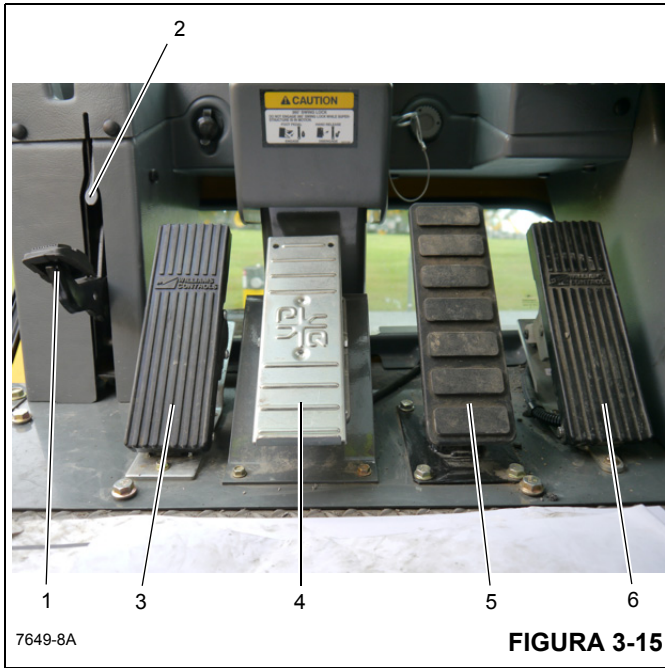

Figura 3-15 - Números de artículos
El pedal del bloqueo de giro en 360° (1) (Figura 3-15) se encuentra en el lado izquierdo del piso de la cabina de la grúa. El pedal se utiliza para activar el sistema de bloqueo de giro para evitar que la superestructura gire. Para soltar el bloqueo de giro, tire de la palanca de soltado del bloqueo de giro de 360° (2) hacia arriba.
El pedal del freno de giro (3) (Figura 3-15) se encuentra en el lado izquierdo del piso de la cabina. El pedal del freno de giro se usa para reducir la velocidad del movimiento de giro o detenerlo. La fuerza de frenado es proporcional a la distancia que se pise el pedal. Si no se pisa el pedal y se desengrana la válvula de control del freno de giro, se aplica presión hidráulica al freno, lo cual vence la tensión de su resorte para soltarlo. Cuando se pisa el pedal, se acciona la
El pedal de control de telescopización (4) (Figura 3-15), presente cuando la grúa está provista de malacate auxiliar, se encuentra en la parte central del piso de la cabina. Pise la parte superior del pedal para extender la pluma y la parte inferior del pedal para retraerla.
El pedal de frenos de servicio (5) (Figura 3-15) es el segundo pedal contado desde la derecha en el piso de la cabina. El pedal se pisa para regular la aplicación de los frenos de servicio.
El pedal del acelerador (6) (Figura 3-15) se encuentra en el lado derecho del piso de la cabina. Se usa para controlar la aceleración del motor, la cual aumenta o disminuye proporcionalmente según la presión aplicada al pedal. El pedal está conectado por medios eléctricos al módulo de control de la superestructura, el cual envía una señal a la unidad de control del motor por vía del enlace de datos J1939.